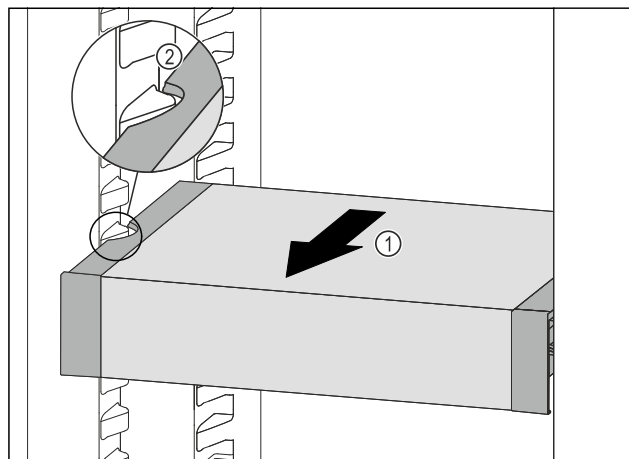

Fig. 87
- ▶ Táhněte VarioSafe dopředu Fig. 87 (1), dokud nebudou boční vybrání VarioSafe na úrovni žebrování na nádoby v chladničce. Fig. 87 (2)